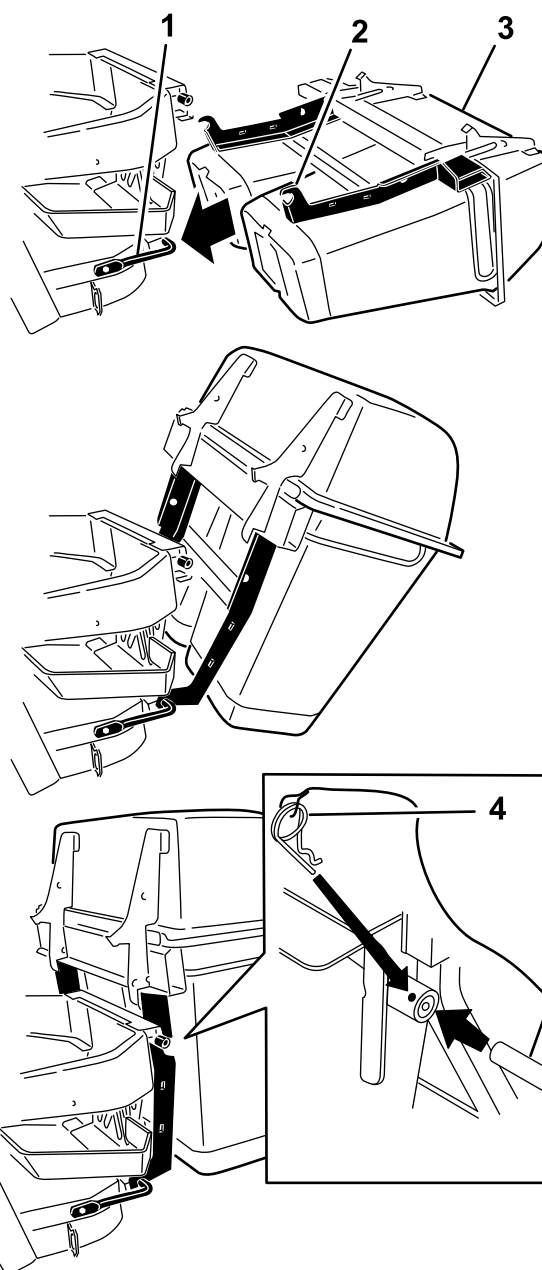

Figura 7
5. Installate il perno e fissatelo con la coppiglia su entrambi i lati (Figura 7).
2. Infilate i ganci sulla staffa di fissaggio inferiore (Figura 7).
3. Ruotate il gruppo cofano verso l'alto sulla staffa di fissaggio inferiore del sistema di raccolta (Figura 7).
4. Allineate il foro nell'insaccatrice con la staffa di fissaggio superiore (Figura 7).